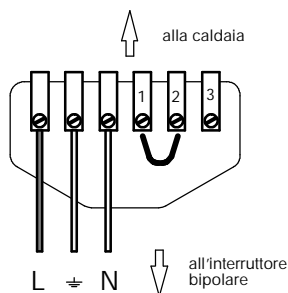

fig. 3.5
- 1 Collegare il cavo di alimentazione elettrica proveniente dall'interruttore bipolare al connettore di alimentazione della caldaia (fig. 3.5) rispettando la corrispondenza della linea (filo marrone) e del neutro (filo azzurro).